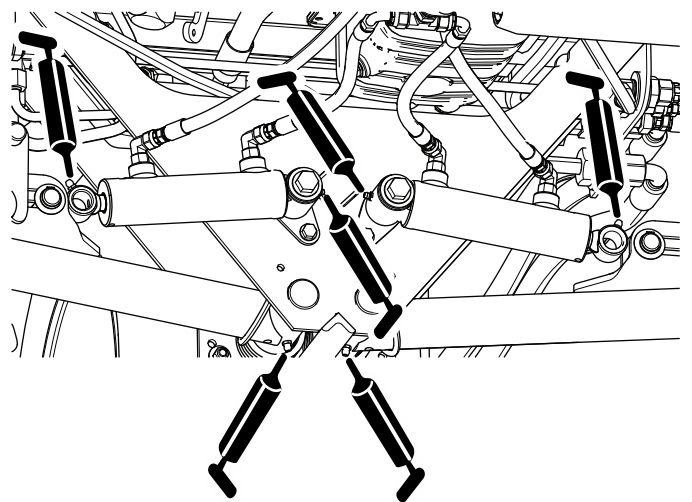

Bild 43
- Hintere Hubarm-Drehzapfen und Hubzylinder (3 Stück an jeder Seite), siehe Bild 43.